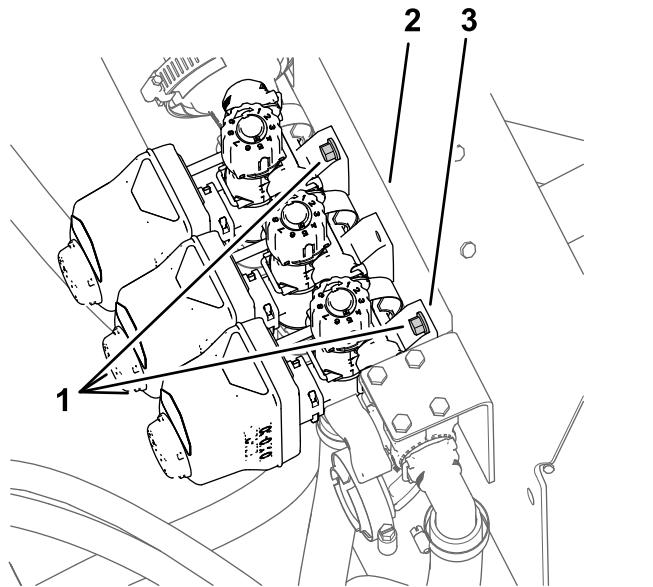

Рисунок 33
1. Ослабьте затяжку 4 болтов с фланцевыми головками ($\frac{1}{4} \times \frac{3}{4}$ дюйма) и 4 фланцевых контргаек ($\frac{1}{4}$ дюйма), которые крепят 3 клапана секций к креплению коллектора (Рисунок 33).